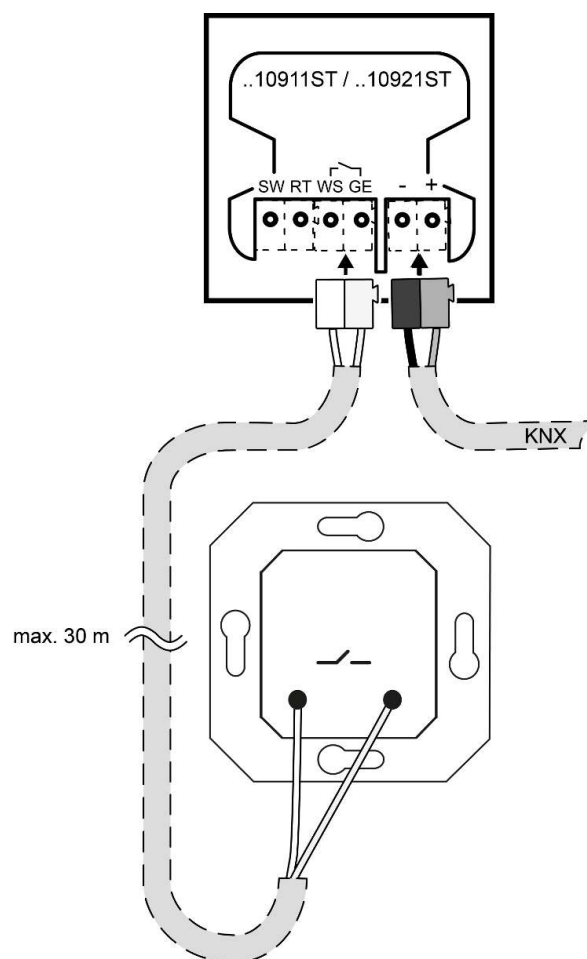

Bild 5: Installationstaster anschließen
- Optional: Externe Schaltkontakte (z.B. Installationstaster oder Reed-Kontakte) an Verbindungsklemme anschließen (siehe Bild 5).
Externe Schaltkontakte anschließen (siehe Bild 5)